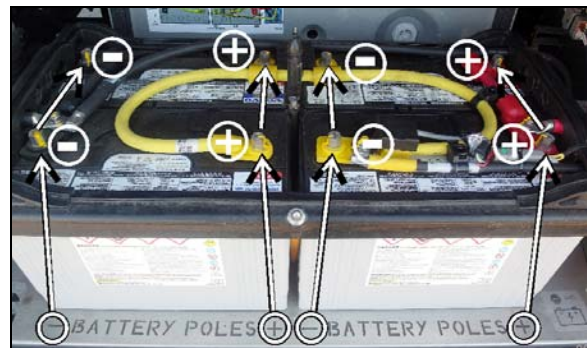

FIGURE 37: GROUPE DE BATTERIES INSTALLÉES
- Pour éviter une installation inappropriée concernant l'agencement de la polarité des batteries, un signe (+) et un signe (-) ont été gravés dans le métal de la plateforme. Lors de l'installation, faire coïncider le pôle positif et le pôle négatif avec les signes correspondants de la plateforme. (Figure 37)